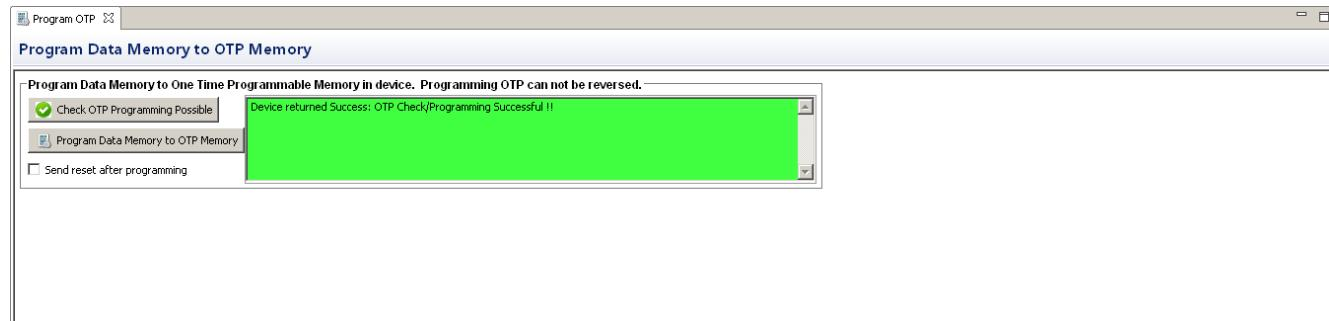

图 3-7. 显示成功的“**Program OTP**”（编程 OTP）窗格
5. 选择“**Check OTP Programming Possible**”（检查 OTP 编程可能性）按钮。如果不成功，则尽可能根据建议进行调整。如果成功，显示应与图 3-7 类似。